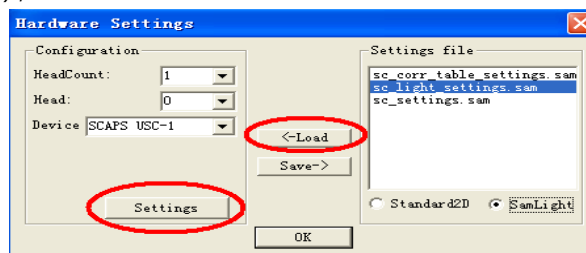

图 15
3) 分别载入 sc\_corr\_table\_settings.sam ( 无此项则不需设置 ), sc\_light\_settings.sam 和 sc\_setting.sam 进行设置 ( Lord 以后点 Settings , 图 15 ) ;